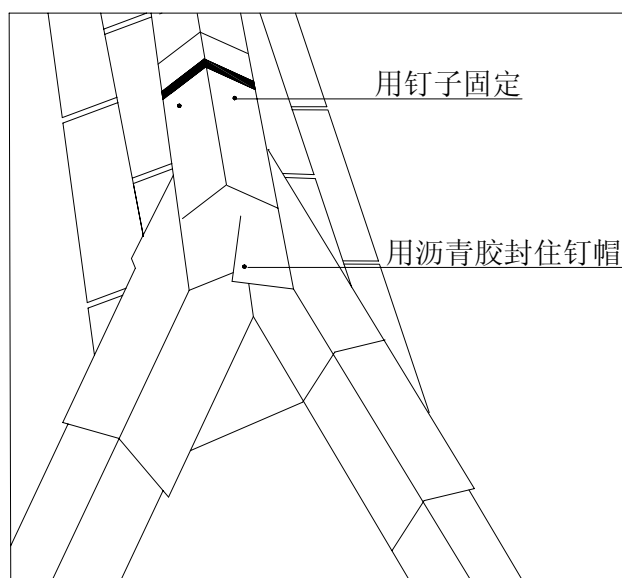

图8 脊瓦
9、把分叉的两半脊瓦分别置放在两条相交的斜脊上固定，如图8: